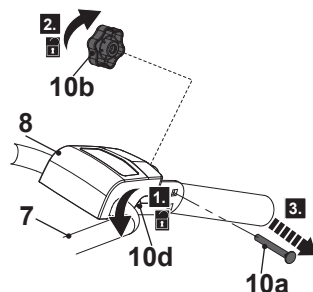

Fig. 11
1. Remova a tampa (8), se necessário.
2. Segure a barra do manípulo superior (7) com uma mão, e depois liberte a porca (10d) no sentido contrário ao dos ponteiros do relógio nos orifícios de montagem, mas não a remova (fig. 11, passo 1).
3. 3. Desaparafuse o botão giratório (10b) no sentido contrário aos dos ponteiros do relógio os orifícios de posicionamento (fig. 11, passo 2), e depois retire o parafuso de posicionamento (10a) (fig. 11, passo 3).